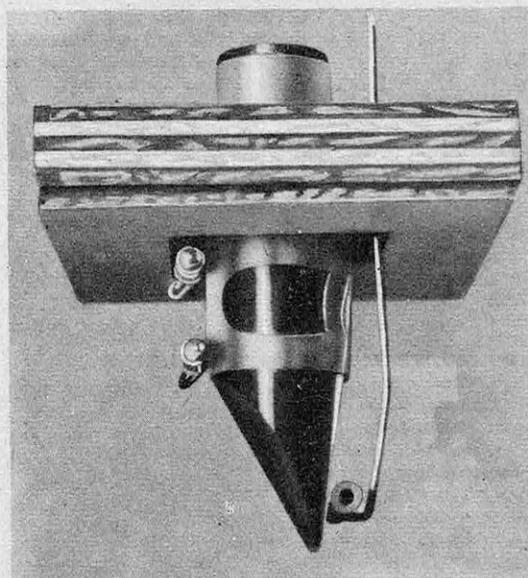

Fig. 1 : Le dispositif de production artificielle des sons permettant d'observer les vibrations de l'anche.
Fig. 1 : Les deux cercles intérieurs sont de même diamètre ; cependant celui de droite paraît plus grand parce qu'il est blanc. De même toute teinte claire augmente l'étendue apparente de la surface qu'elle recouvre.
- les teintes claires font apparaître les surfaces ou les objets plus grands que la réalité, les teintes foncées produisent l'effet contraire (fig. 1) ; par corrélation, un objet paraît plus dense et, paradoxalement, plus pesant au total, lorsqu'il est peint d'une couleur foncée, par rapport à un objet de mêmes dimensions et même poids réel peint de couleur claire ;
354 Fig. 1 : L'image fournie par un récepteur panoramique.